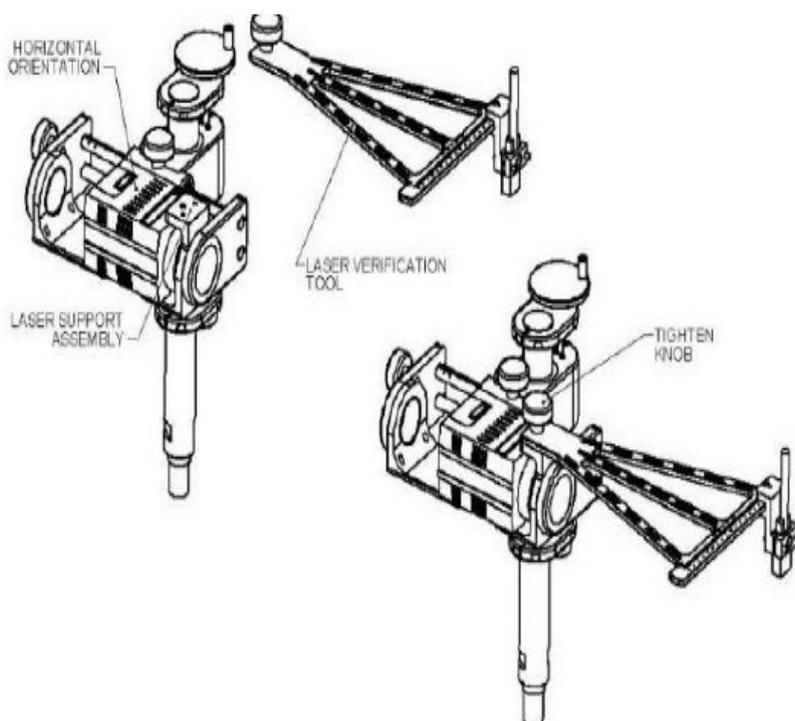

Figura 60. Anexando a ferramenta de verificação a laser.
- Posicione o laser na orientação horizontal, conforme Figura 60, posicione. Em seguida alinhe os 2 (dois) pinos e o botão da ferramenta de verificação do laser aos seus respectivos pontos de montagem no conjunto de suporte. Aperte o botão da ferramenta de verificação a laser.